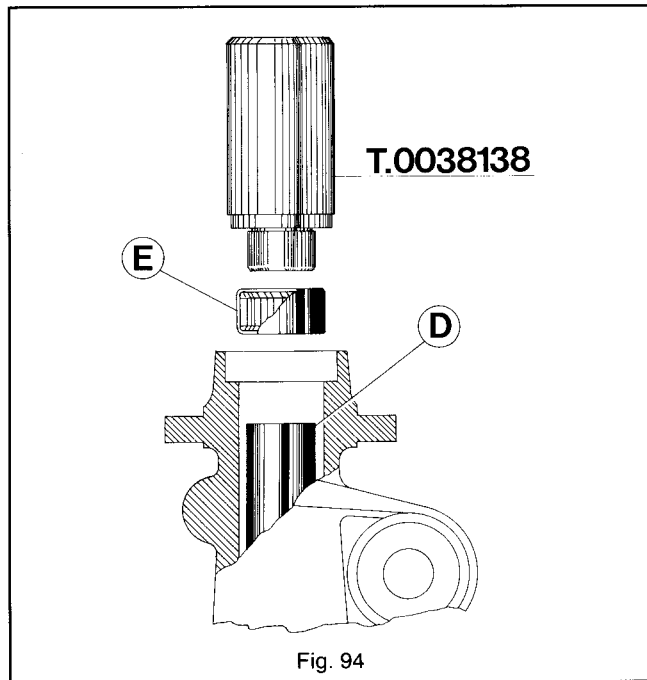

Fig. 94
**N.B.** - Prima di effettuare il montaggio del distanziale «D» e dell'astuccio a rullini «E» (fig. 94) riempire la camera interna del mozzo con grasso IP Atesia Grease 3 o FIAT Jota 3.
**Fig. 94 - Astuccio a rullini e anello di tenuta:** lasciar raffreddare il mozzetto, inserire il tubo distanziale «D» e montare l'astuccio a rullini «E» mediante l'impiego dell'apposito punzone T. 0038138.